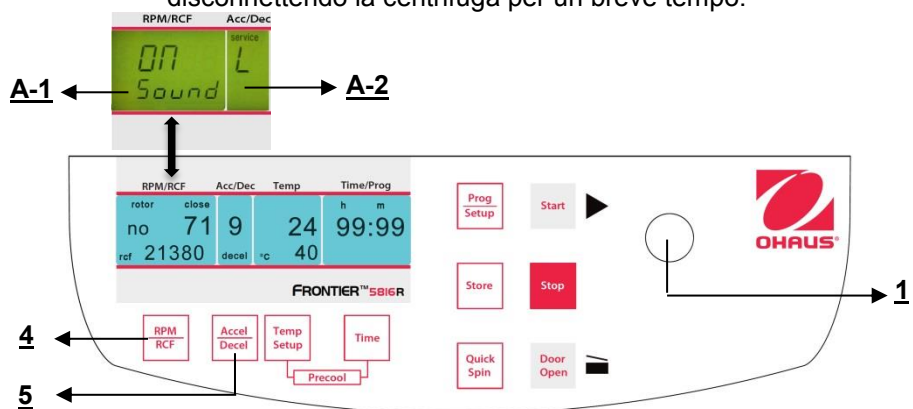

Figura 32
Procedere come descritto al punto 4.1.1 per inserire questa modalità programma e poi premere il tasto **"Accel/Decel"** (5). Sul display **"Acc/Dec"** (A-2) lampeggia la parola **"Service"**. Selezionare adesso la lettera **"L"** con la manopola di regolazione (1). Di conseguenza, compaiono le parole **"On Sound"** sul display **"RPM | RCF"** (4). Se adesso si preme il tasto **"RPM | RCF"** (4), lampeggia la parola **"On"** e si può disattivare la suoneria, con la manopola di regolazione(1) (Vedere figura 32).